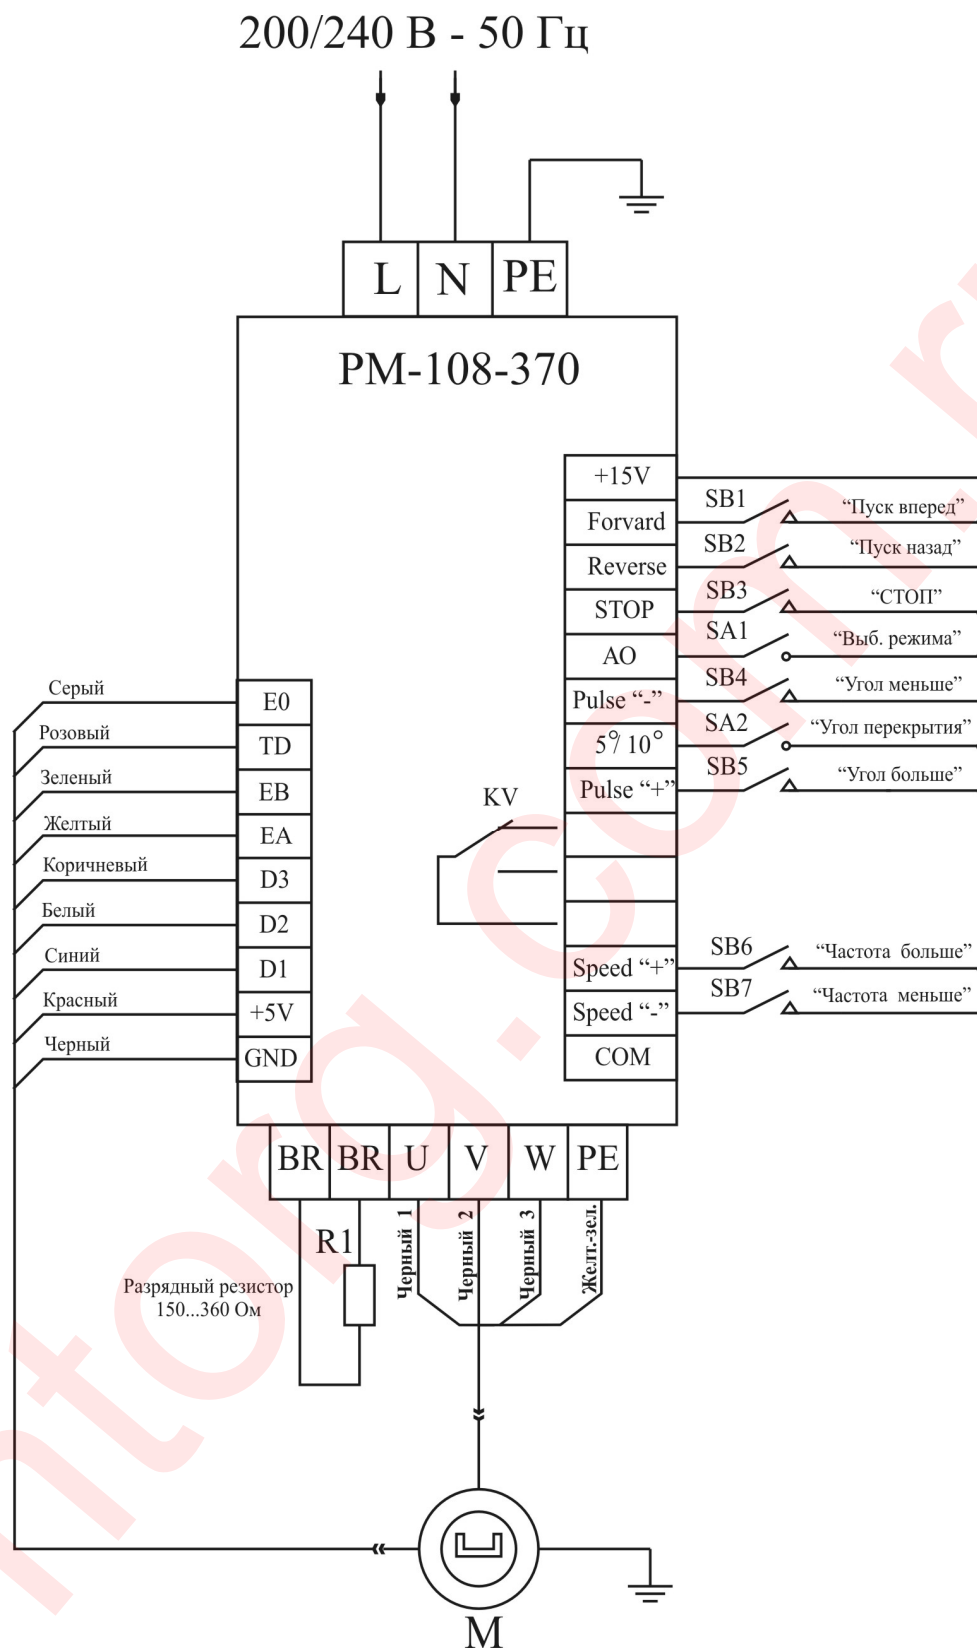

Рис. 3.
Схема подключения электропривода показана на рис. 3.
1. Частоты вращения планшайбы манипулятора в диапазоне от 0 до 4 об/мин при общем передаточном соотношении редуктора $i=333,33$. Изменение частоты вращения планшайбы производится кнопками SB6, SB7 (рис. 3), дискретность изменения частоты вращения планшайбы 0,05 об/мин. При индикации частоты вращения планшайбы старший разряд индикатора высвечивает символ «U».
2. Заданного угла поворота планшайбы манипулятора в градусах. Изменение заданного угла поворота планшайбы производится кнопками SB4, SB5 (рис. 3) в пределах 0...720 гр. При индикации заданного угла поворота планшайбы старший разряд индикатора высвечивает символ «L».
Работа электропривода возможна в двух режимах: автоматическом и ручном. Выбор режима работы производится посредством переключателя SA1 (рис. 3). Замкнутый контакт SA1 соответствует ручному режиму работы электропривода. В ручном режиме работы электропривод позволяет регулировать частоту вращения планшайбы при вращении вала электродвигателя с помощью кнопок SB6, SB7 (рис. 3). В ручном режиме работы электропривода кнопки SB4, SB5 и переключатель SA2 (рис. 3) не задействованы. Пуск и останов электродвигателя производится кнопками SB1- SB3.
При вращении электродвигателя включается реле KV (рис. 3), что позволяет использовать его контакты для синхронизации движения планшайбы с источником сварочного тока. Контакты реле KV1 рассчитаны на максимальный ток 0,5А при напряжении 125В.
- присоединить электродвигатель к блоку управления в соответствии со схемой на рис.3. Убедиться, что вал электродвигателя может свободно вращаться (не заторможен);